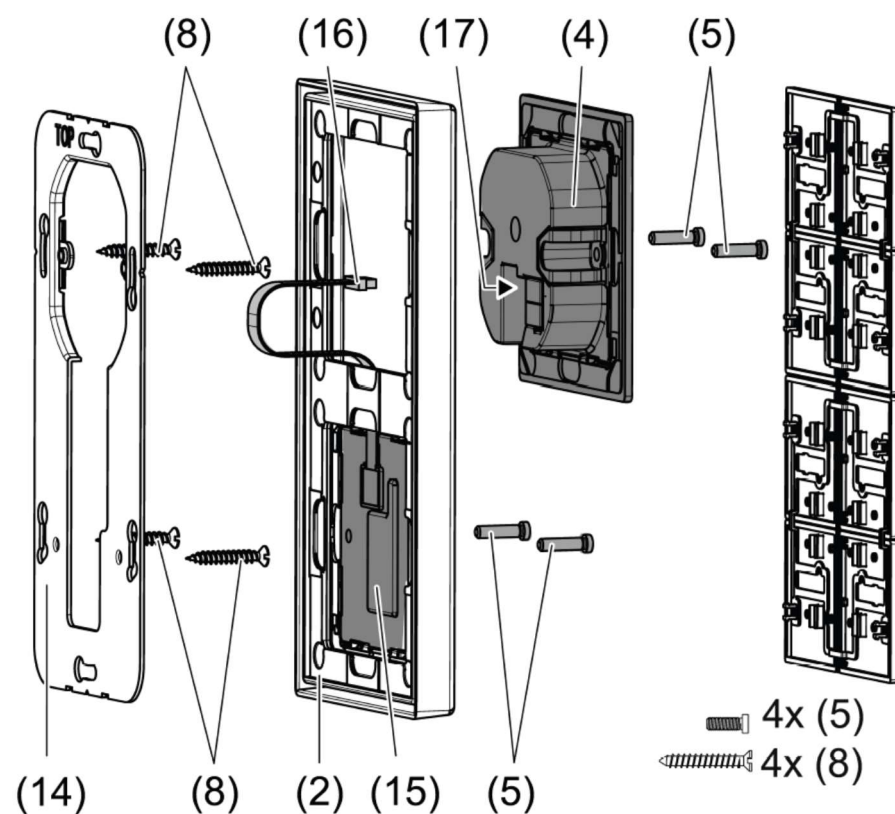

Imagen 6: Montaje del módulo de ampliación del teclado
En cada módulo principal de teclado se puede conectar un solo módulo de ampliación de teclado. Para el montaje de un módulo de ampliación de teclado se debe montar un marco soporte de gran tamaño (14) (véase imagen 6). El marco de montaje grande se incluye en el alcance de suministro del módulo de ampliación de teclado.